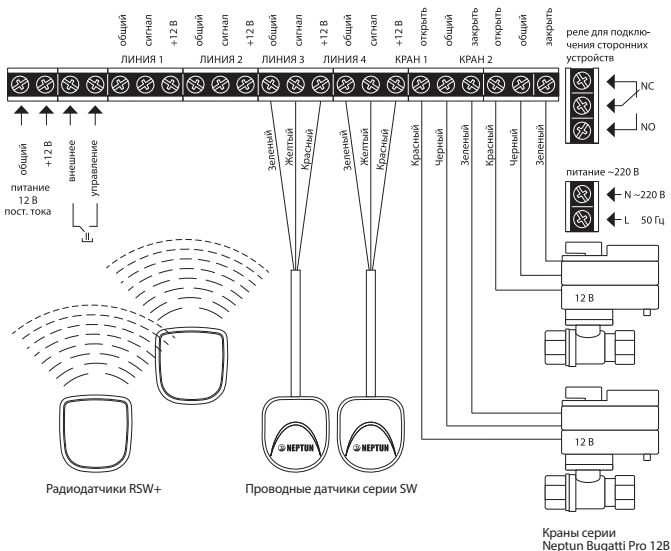
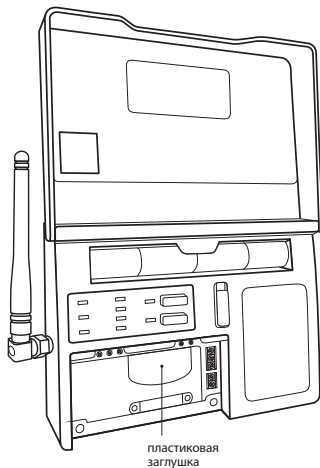

Рис. 13. Схема подключения модуля управления Neptune ProW+
Рис. 14. Вид Модуля управления Neptune ProW+ изнутри с открытой крышкой коммутационного отсека
4. Выполните подключение датчиков типа SW, проводов электропитания и кранов с электроприводами в соответствии со схемами, изображенными на рис. 13. При необходимости, для ввода проводов в коммутационный отсек удалите пластиковую заглушку, расположенную в нижней части корпуса прибора при помощи отвёртки (рис. 14).